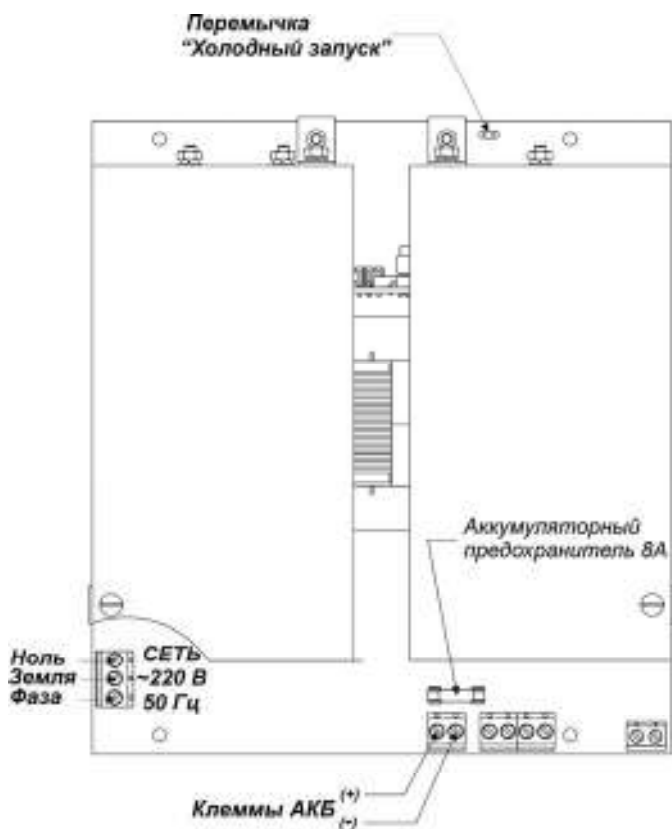

Рис.3 Расположение органов коммутации и управления на плате 3У-24V-9А
- кратковременно, на 1 сек, замкнуть контакт перемычки холодного запуска (см. приложение рис.3).